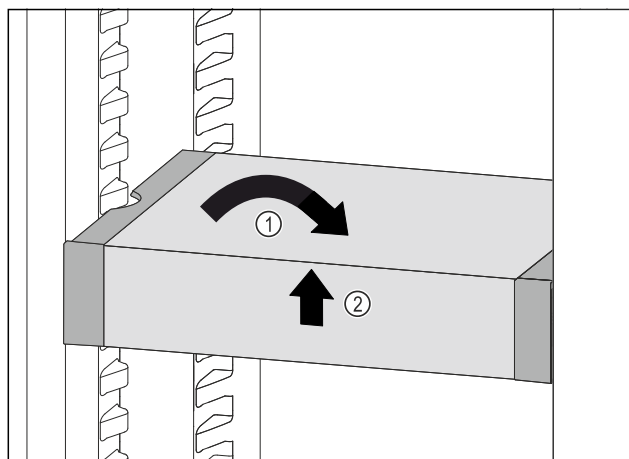

Fig. 88
- ▶ VarioSafe ustawić prosto. Fig. 88 (1)
- ▶ VarioSafe unieść z przodu. Fig. 88 (2)